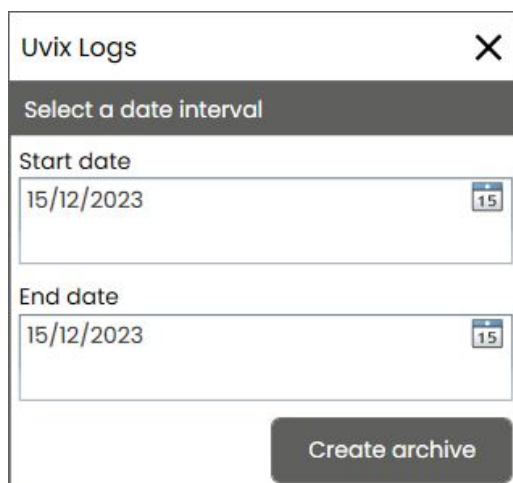

Figura 5.6: UVIX Logs
- UVIX Logs, figura 5.6: permette di esportare i log del Gateway USB in una specifica finestra temporale indicando la data iniziale e finale, questi dati potrebbero essere richiesti dal Service Camozzi a seguito di una richiesta di assistenza.